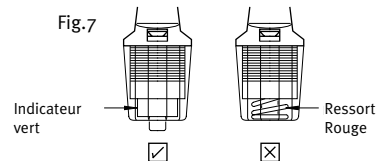

Fig. 7
3. Examinez le capuchon automatique. Assurez-vous que le capuchon est vissé solidement à la main au dispositif de gonflement. Si un ressort rouge lumineux de jour est visible, cela signifie que le mécanisme de capuchon automatique a déclenché ou n'est pas vissé correctement. (Fig. 7).
Votre VFI se gonflera automatiquement dans les secondes qui suivront l'immersion de votre gonfleur dans l'eau. La bobine dotée d'un senseur sensible à l'eau se désintégrera, déclenchant ainsi un piston plongeur armé par un ressort qui perforera la cartouche de CO₂, activant ainsi le gonflement du compartiment de flottaison du VFI. (Fig. 7).
8. Installez le capuchon automatique à la base du gonfleur et serrez-le à la main. Si le ressort rouge lumineux de jour (indicateur) est visible, cela signifie que la bobine a été déclenchée ou qu'elle est endommagée, ou que le capuchon automatique n'est pas vissé correctement (reprenez cette opération avant de passer à l'étape 9). (Fig. 7).